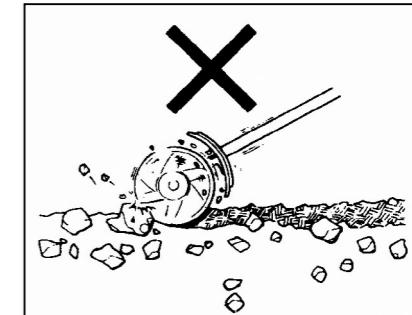

Fig. 9
- b. Do not work in rocky area. If the tines jammed with rock or hard soil, or tangled around with long grasses, shut off engine first then remove the obstruct. (Fig. 9)
- b. Ne pas travailler dans un endroit rocheux. Si les dents se coincent à cause des rochers ou du sol dur, ou sont prises dans des longues herbes, arrêter d'abord le moteur, et, ensuite, enlever l'encombrement. (Fig. 9)